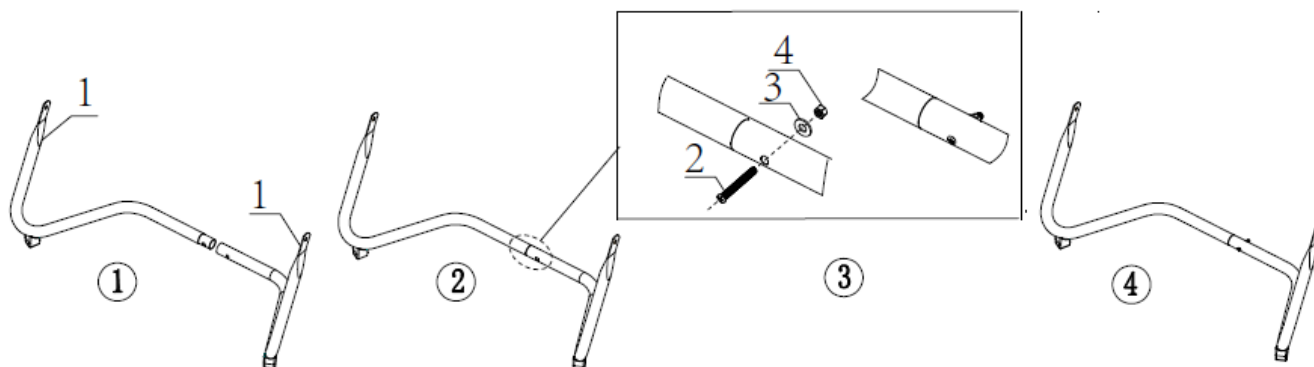

Fig. 1
Unire le due staffe di supporto (1) e fissarle con una vite (2), una rondella (3) e un dado (4) (Fig. 1).